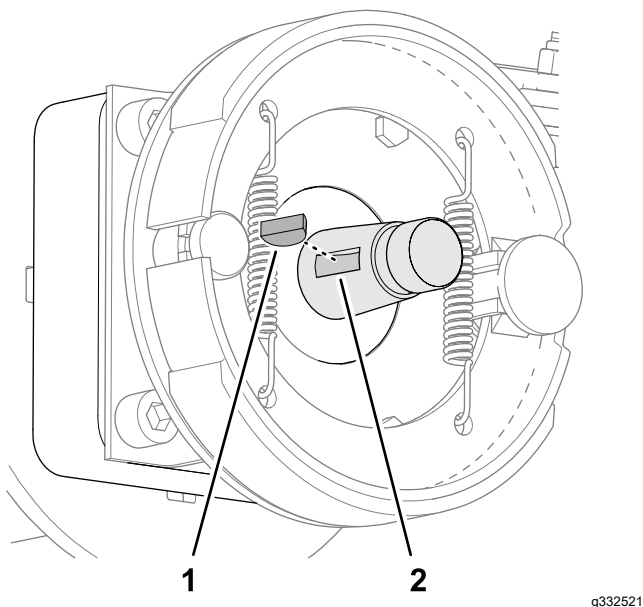

Figure 69
2. Insérez la clavette demi-lune dans la rainure de l'arbre du moteur de roue (Figure 69).